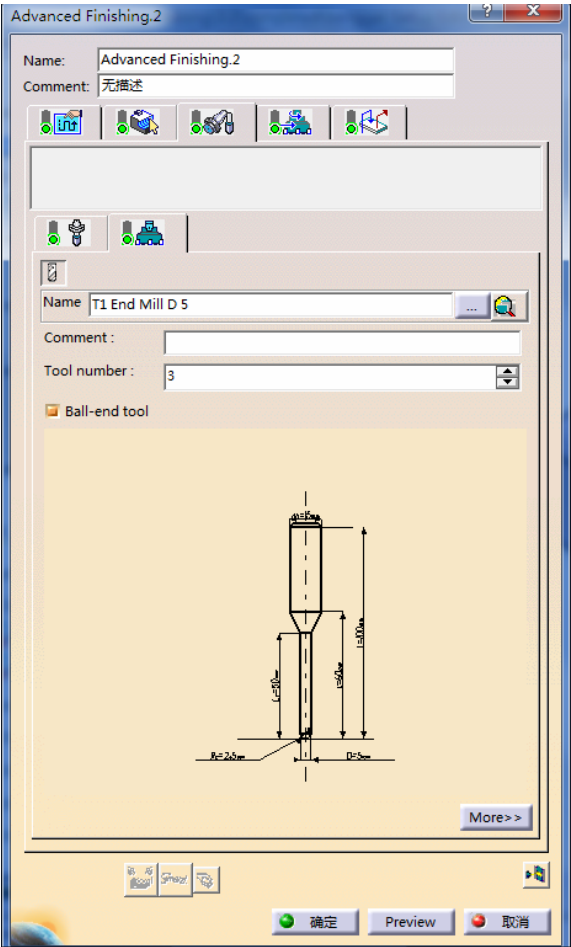

图 3-149 刀具参数选项卡（8）
- 单击“Advanced Finishing.2”对话框中的，切换到刀具参数选项卡 (8)，在“Name”文本框中输入“T1 End Mill D5”，选中“Ball-end tool”复选框，如图 3-149 所示。